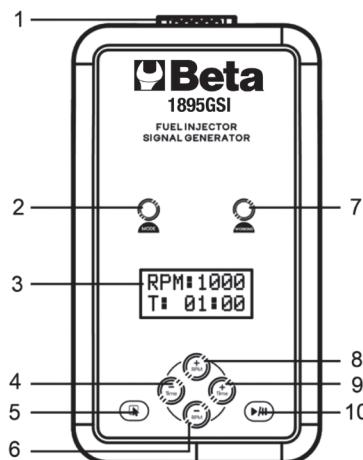

Fig. 1
- Seleccione la velocidad de rotación simulada deseada pulsando los botones “+” (8 Fig. 1) y “-”(6 Fig. 1).
- Ajuste la duración del proceso pulsando los botones “+” (9 Fig. 1) y “-”(4 Fig. 1).